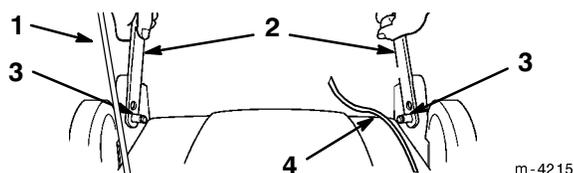

Figure 2
2. Posez la partie supérieure du mancheron sur le sol derrière la tondeuse, en prenant soin de tourner l'étiquette vers le haut et en plaçant les câbles de commande entre les supports de montage du mancheron (Fig. 2).
1. Rapprochez les deux côtés de la partie inférieure du mancheron l'un de l'autre, pour pouvoir enfilez les goupilles des supports dans les trous du mancheron, puis relâchez les côté (Fig. 2).